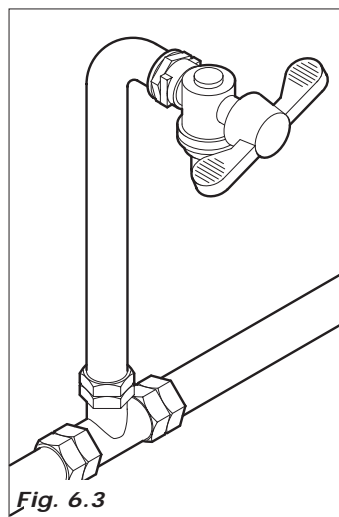

Fig. 6.3
- instalar, si no lo hay, un grifo de fácil acceso, aislar el aparato de la red hídrica en el caso que fuese necesario (Fig. 6.3).